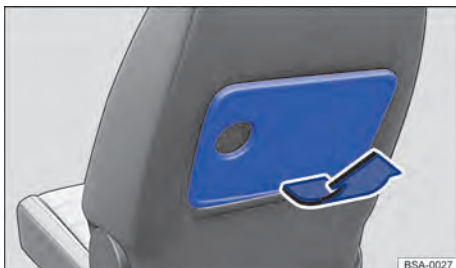

Abb. 146 Am Vordersitz: Klapptisch aufstellen.
1. Zum Aufstellen Entriegelungstaste an der Unterkante des Klapptischs drücken und Klapptisch in Pfeilrichtung nach oben ziehen → **Abb. 146**, bis er einrastet.